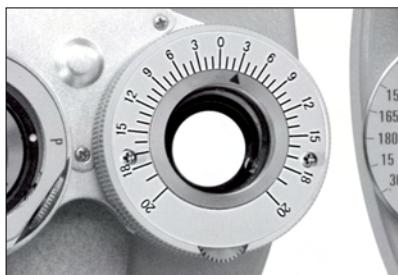
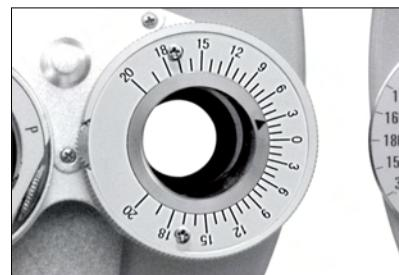

图 23
图 24
按住旋转棱镜⑫的底部并转动到视孔前。转动棱镜旋转钮⑪，旋转到需要的棱镜度数，黑色三角箭头指示的就是当前的棱镜度数。例如，图 22 表示棱镜度数为 0，图 23 表示基底向内的 3 △ 棱镜度，图 24 表示基底向上的 3 △ 棱镜度。